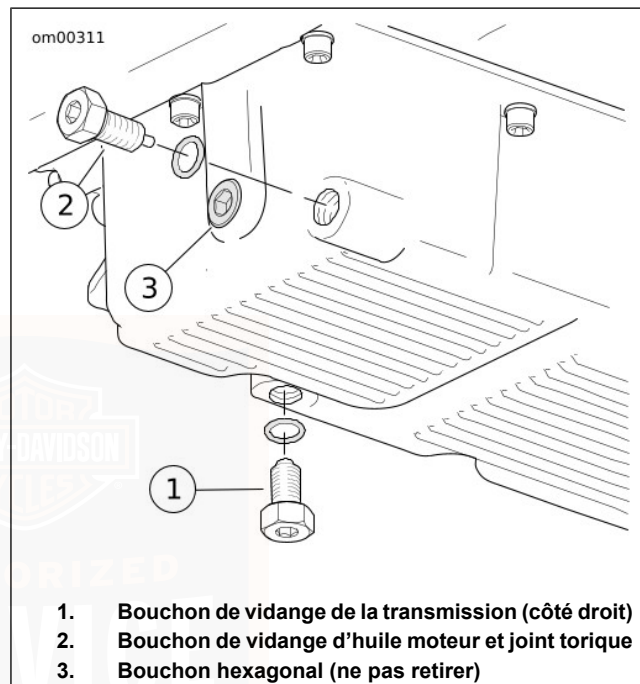

Figure 43. Carter d'huile
3. Voir Figure 43. Déposer le bouchon de vidange d'huile (2). Ne pas enlever le bouchon hexagonal (3) ni le bouchon de vidange de la transmission (1). Laisser l'huile se vidanger complètement.
2. Voir Figure 43. Enlever le bouchon de vidange de la transmission (1) et vidanger le lubrifiant dans un récipient approprié.